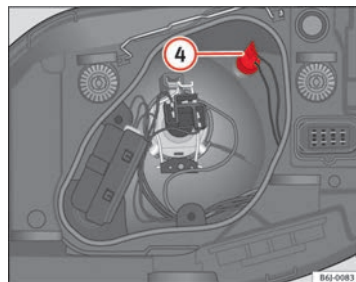

Fig. 159 Luci di posizione
- Estrarre il portalampada ④ ⇒ fig. 159 verso l'esterno.